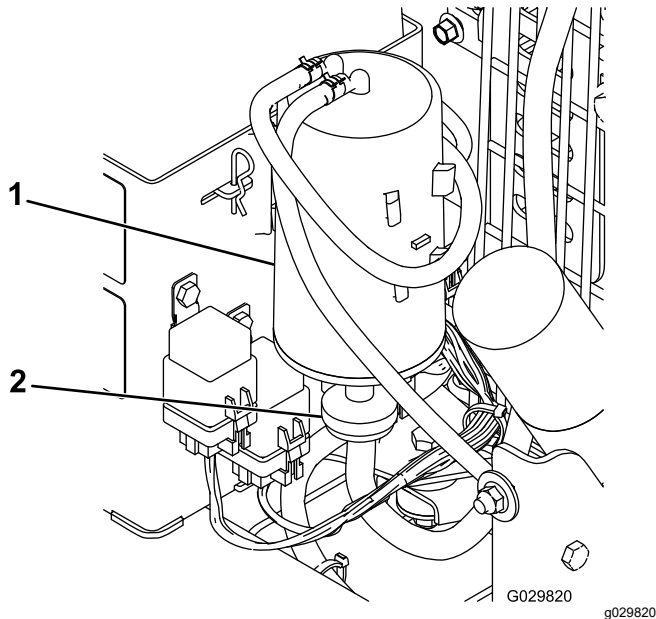

図 38
2. カーボンキャニスタフィルタを取り外して廃棄する 図 38。